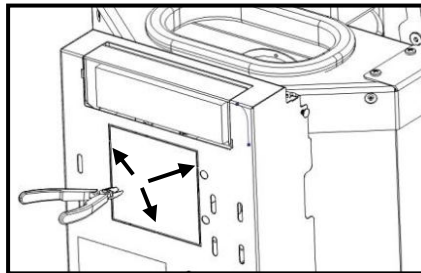

Figura 111 – Remoção tampo posterior salamandra
f) Na parte posterior do equipamento remover a tampa assinalada na Figura 111, cortando nas zonas assinaladas com um alicate de corte.